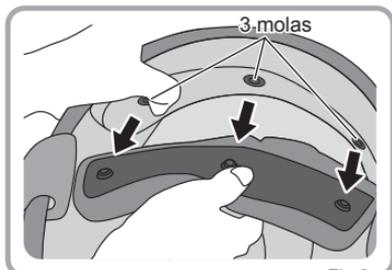

Fig.2
2. Desaperte as 3 molas na traseira e, em seguida, pode retirar o Acolchoado Interior. (Fig.2)